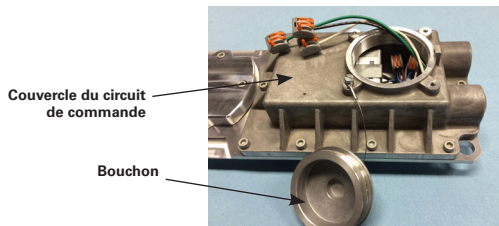
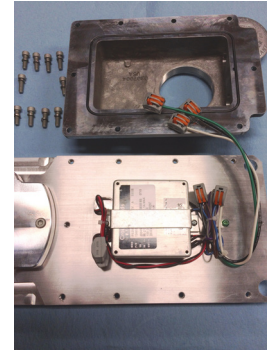

Figure 8
Figure 13
- Dévisser le bouchon de câbles fileté (voir la figure 8), et le laisser pendre par son cordon. Tous les composants dans le luminaire sont précâblés; ainsi, il ne reste qu'à relier la puissance d'entrée aux bornes ou fils conducteurs du luminaire selon les schémas de câblage (voir les figures 10 et 11), à l'aide de méthodes conformes aux codes applicables. Raccorder d'abord le conducteur de mise à la terre (vert) de l'équipement, puis le courant (blanc) et la tension composée (noir). Pour les applications en tension continue, raccorder le fil positif (+) au fil blanc et le fil négatif (-) au fil noir. Serrer tous les raccordements électriques. Remarque - Les ouvertures standards NPT sont de 1,9 cm (3/4 po).
- Le remplacement nécessite le retrait du couvercle du circuit de commande (voir la figure 13).
- Dévisser le bouchon de câbles fileté (voir la figure 8), et le laisser pendre par son cordon.
- Dévisser les dix (10) vis d'assemblage à six pans creux et rondelles de blocage du couvercle de circuit de commande à l'aide d'une clé hexagonale ou d'une mèche de 5 mm.
- Débrancher les conducteurs d'entrée et de sortie du circuit à remplacer (voir la figure 13).
- Installer le nouveau circuit dans le luminaire, puis s'assurer qu'il est en contact direct avec le boîtier du luminaire et qu'aucun fil n'est coincé entre le circuit de commande et le boîtier. Fixer le circuit avec deux (2) vis et serrer à 5 po-lb (0,6 N.m).
- S'assurer que les câbles de sortie des panneaux pour DEL sont soigneusement attachés près du circuit et que les câbles d'alimentation et de gradation sont raccordés (voir la figure 13).
- Replacer les dix (10) vis d'assemblage à six pans creux et rondelles de blocage du couvercle du circuit de commande à l'aide d'une clé hexagonale ou d'une mèche de 5 mm.